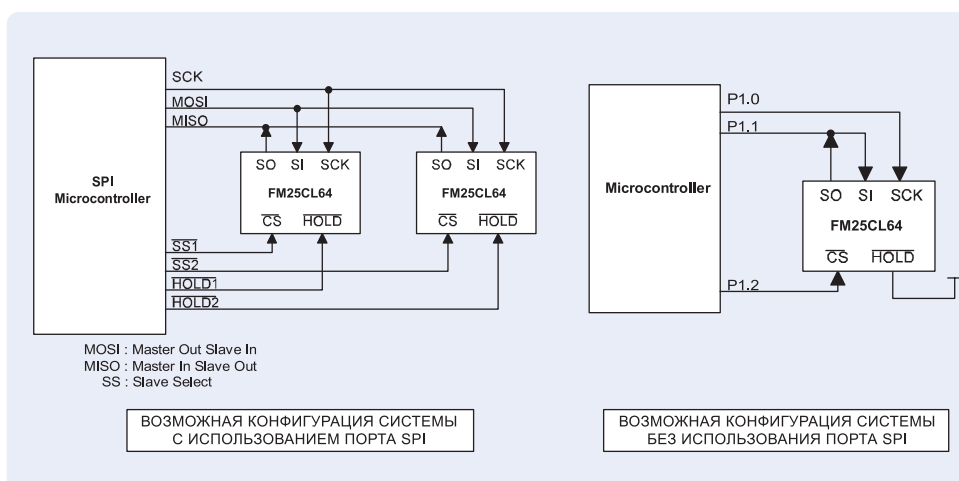

Рис.4. Возможные схемы подключения микросхем FRAM с интерфейсом SPI.
Последовательный вход (SI) и последовательный выход (SO) могут быть соединены вместе, для экономии портов ввода-вывода микроконтроллера. Возможные схемы подключения микросхем FRAM с интерфейсом SPI приведены на рис. 4.